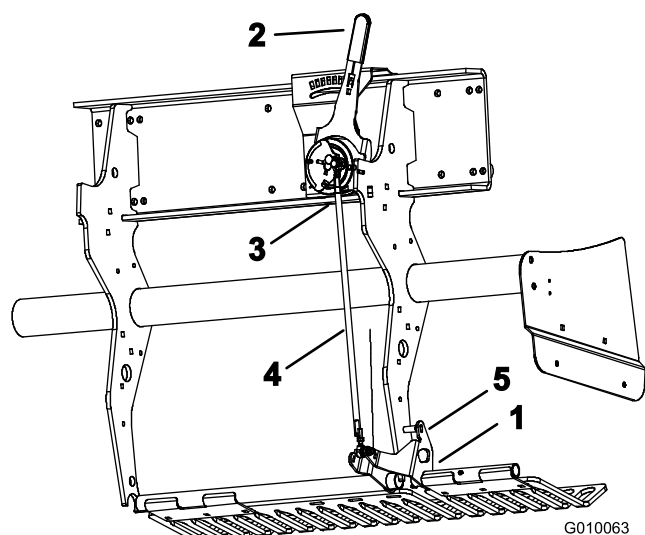

Figura 58
1. Rode o suporte de montagem do protector de relva LH (Figura 58) até dar para inserir um pino de bloqueio (barra ou parafuso de 5/16) entre o suporte e o tubo de configuração da profundidade soldado à estrutura.
2. Mova a alavanca de profundidade dos dentes (Figura 58) para a configuração H (a mais profunda).
3. Desligue o dispositivo esférico exterior (Figura 58) da cablagem (interruptor de cabeça para baixo).
4. Desaperte as porcas de bloqueio (LH e RH) da barra de ajuste da profundidade (Figura 58).